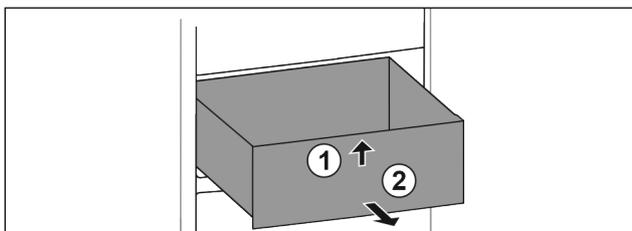

Fig. 78
- ▶ Levante el cajón por delante. Fig. 78 (1)
- ▶ Extraiga el cajón hacia delante. Fig. 78 (2)